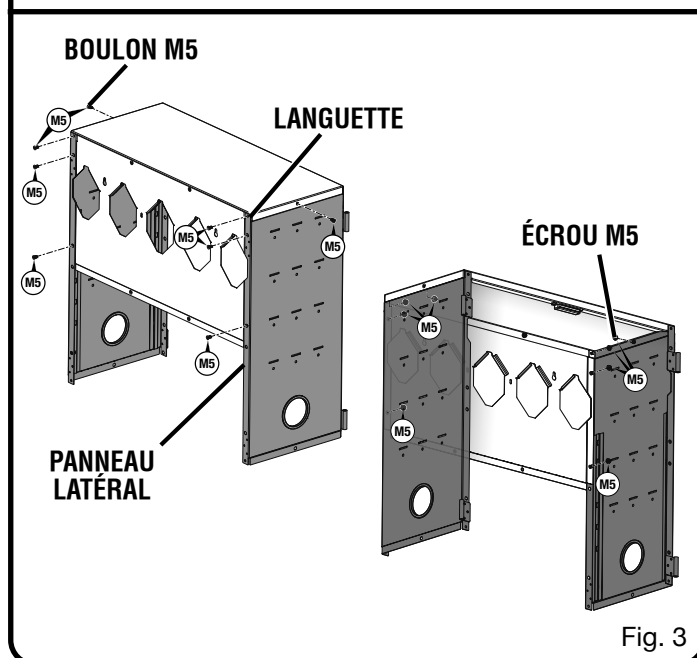

Fig. 3
- Aligner les trous du panneau supérieur et du panneau latéral droit comme il est illustré à la figure 3.
- Insérer les boulons M5 (4) dans le trou latéral et les trous arrière des panneaux. comme il est illustré à la figure 3. Fixer à l'aide des écrous M5 (4).